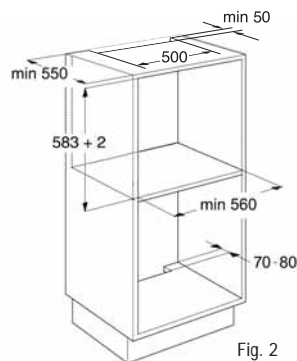

Fig. 2
- Nel caso di installazione come in Fig. 2 non è consentito appoggiare recipienti contenenti liquidi sulla parte superiore della colonna. È inoltre consentito applicare griglie per parzializzare il trancio, mantenendo comunque una superficie utile di 250 cmq.